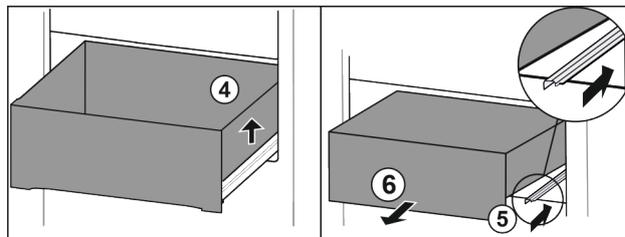

Fig. 91
- ▶ Levante el cajón por la derecha. Fig. 91 (4)
- ▶ Retraiga la guía derecha. Fig. 91 (5)
- ▶ Extraiga el cajón hacia adelante. Fig. 91 (6)